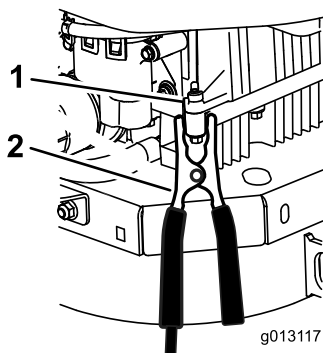

Figura 62
- Haga la conexión final al bloque motor de la máquina que no arranca (no al borne negativo de la batería) en un punto alejado de la batería, y apártese (Figura 62).